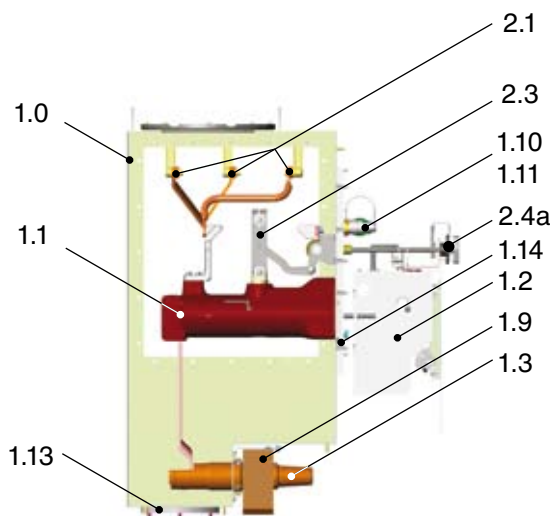

Рис. 5.4. Модуль ячейки с силовым выключателем, 800 А, ширина ячейки 400 мм
*Модуль ячейки с силовым выключателем и трехпозиционным разъединителем (рис. 5.4 и 5.5)*